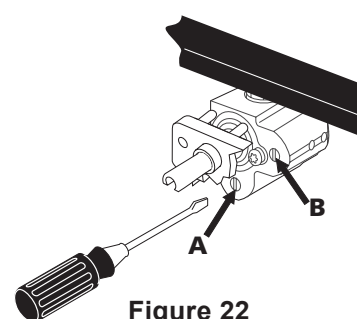

Figure 22
- El tamaño de la flama en la porción trasera del quemador de puente puede ser aumentada o disminuida dando le vuelta al tornillo **A**. Use el tornillo **B** para ajustar el tamaño de la flama de la porción central del quemador (Figure 22). Gire el tornillo a la izquierda para aumentar el tamaño de la flama. Gire el tornillo a la derecha para reducir el tamaño de la flama. Ajuste el tamaño de la flama hasta que pueda girar la perilla rápidamente desde la posición **LITE** (encender) hasta el ajuste mínimo sin que se apague la flama.